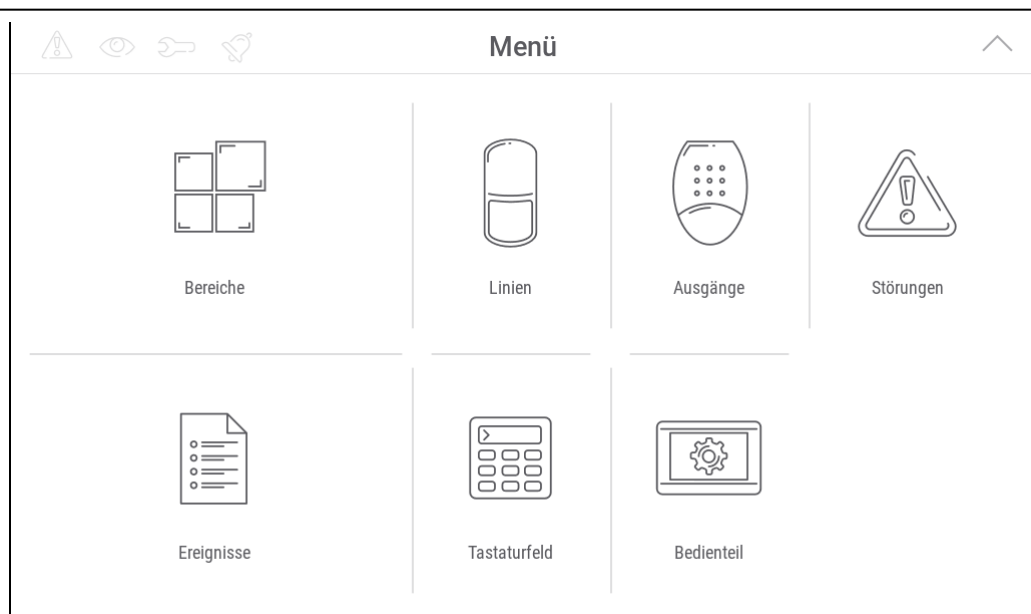

Abb. 9. Hauptbildschirm des Benutzermenüs.
3. Geben Sie das Servicekennwort ein (werkseitig 12345) und tippen Sie auf . Es wird der Hauptbildschirm des Benutzermenüs angezeigt (Abb. 9).